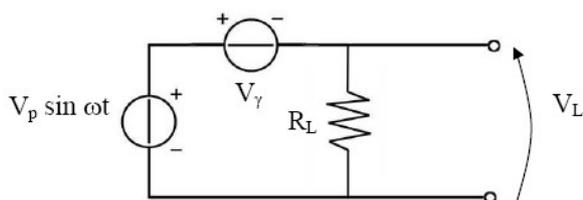
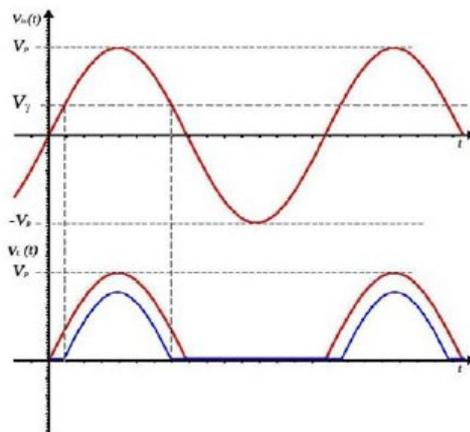

figura 12 - circuito equivalente del raddrizzatore a una semionda (modello del diodo a caduta di tensione costante)
figura 13 - segnali d'ingresso e uscita del raddrizzatore a una semionda (in blu, caso del diodo a caduta di tensione costante)
- per valori della tensione d'ingresso  $V_i > V_\gamma \Rightarrow$  il diodo si polarizza direttamente e il circuito equivalente del raddrizzatore diventa quello di figura 12. Dall'equazione alla maglia di tale circuito si ricava immediatamente  $V_o = V_i - V_\gamma$ . La forma d'onda d'uscita risulta quindi abbassata, rispetto al caso precedente, di una quantità  $V_\gamma$ , come mostrato nella figura 13. In questo caso il valore di picco del segnale d'uscita sarà pertanto  $V_{o,MAX} = V_P - V_\gamma$ .